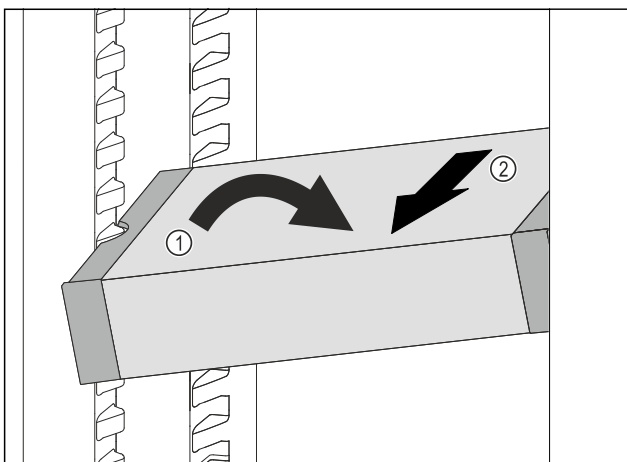

Fig. 120
- ▶ Расположите VarioSafe в холодильном отделении под наклоном. Fig. 120 (1)
- ▶ Извлеките VarioSafe движением вперед. Fig. 120 (2)